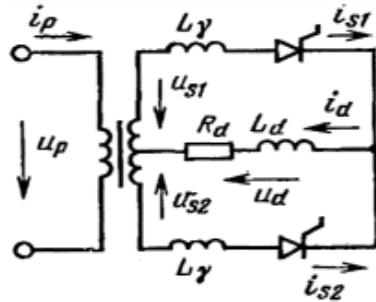

Рисунок 5 – Управляемый преобразователь со схемой 1Φ1Н2П
9. Постройте кривые токов i_d , i_{s1} , i_{s2} , i_p для схемы преобразователя, представленной на рис. 5, и сопоставьте их с кривой напряжения U_p , сохраняя правильными фазы; вычислите среднее значение тока i_d . Дано: $U_p=100$ В, $f=50$ Гц, коэффициент трансформации $k_{mp}=1$, $R_d=10$ Ом, $\alpha=45^\circ$, $L_d=0$, $L_\gamma=0$. Трансформатор и полупроводниковые вентили идеальные.
10. Постройте кривые токов i_d , i_{s1} , i_{s2} , i_p в схеме преобразователя, показанной на рис. 5, и сопоставьте их с кривой напряжения U_p , сохраняя правильными фазы; вычислите среднее значение тока i_d . Дано: $U_p=100$ В, $f=50$ Гц, коэффициент трансформации 1:1, $R_d=10$ Ом, $\alpha=45^\circ$, $L_d=\infty$, $L_\gamma=0$. Трансформатор и полупроводниковые вентили идеальные.
11. Постройте кривые токов i_d , i_{s1} , i_{s2} , i_p и напряжения U_d в схеме преобразователя со схемой 1Φ1Н2П, показанной на рис. 5, и сопоставьте их с кривой напряжения U_p . Определите среднее значение тока нагрузки. Дано: $U_p=100$ В, $f=50$ Гц, коэффициент трансформации $k_{mp}=1$, $R_d=10$ Ом, $L_d \approx \infty$, $L_\gamma=10$ мГн. Полупроводниковые вентили идеальные, $\alpha=0$.
12. Постройте кривые токов i_d , i_{s1} , i_{s2} , i_p и напряжения U_d в схеме преобразователя со схемой 1Φ1Н2П, показанной на рис. 5, и сопоставьте их с кривой напряжения U_p . Определите среднее значение тока нагрузки. Дано: $U_p=100$ В, $f=50$ Гц, коэффициент трансформации $k_{mp}=1$, $R_d=10$ Ом, $L_d \approx \infty$, $L_\gamma=10$ мГн. Полупроводниковые вентили идеальные, $\alpha=45^\circ$.